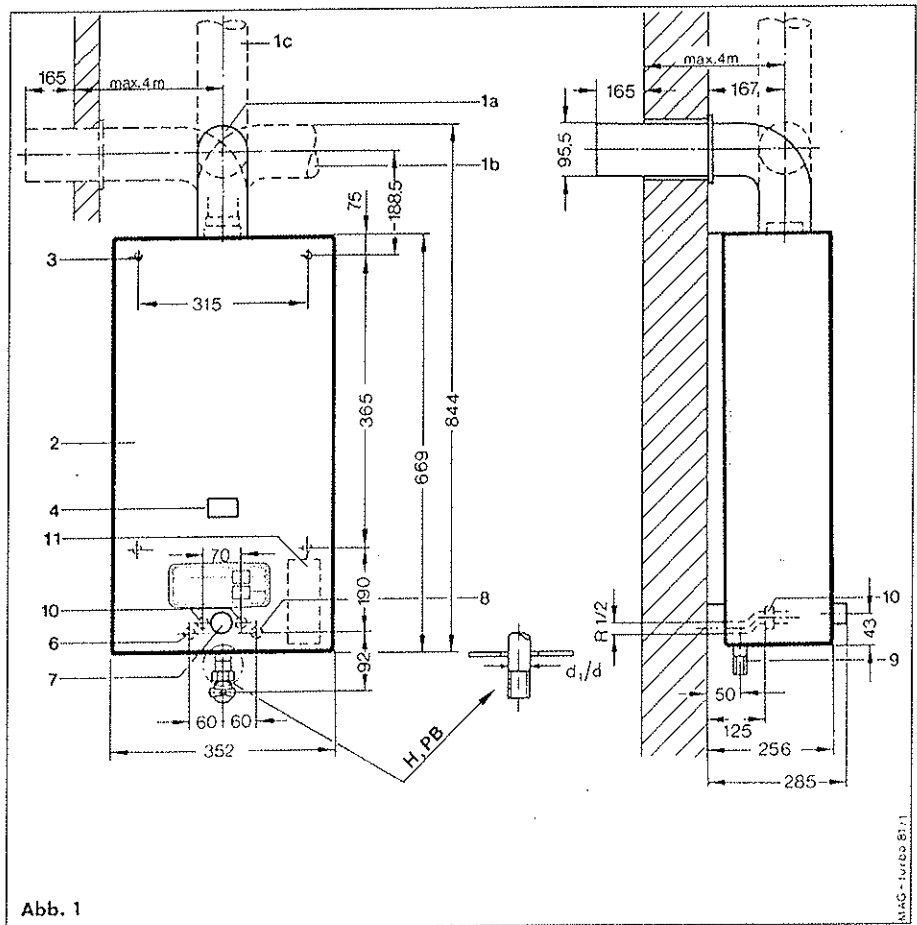

Abb. 1
Maßtabelle zu Abb. 1
Legende zu Abb. 1
Zur Wandaufhängung des Gerätes dienen 4 Bohrungen in der Geräterückwand (s. Abb. 1, Seite 28, Pos. 3)
- Dübel für Befestigungsschrauben entsprechend Maßangaben der Abb. 1 setzen.